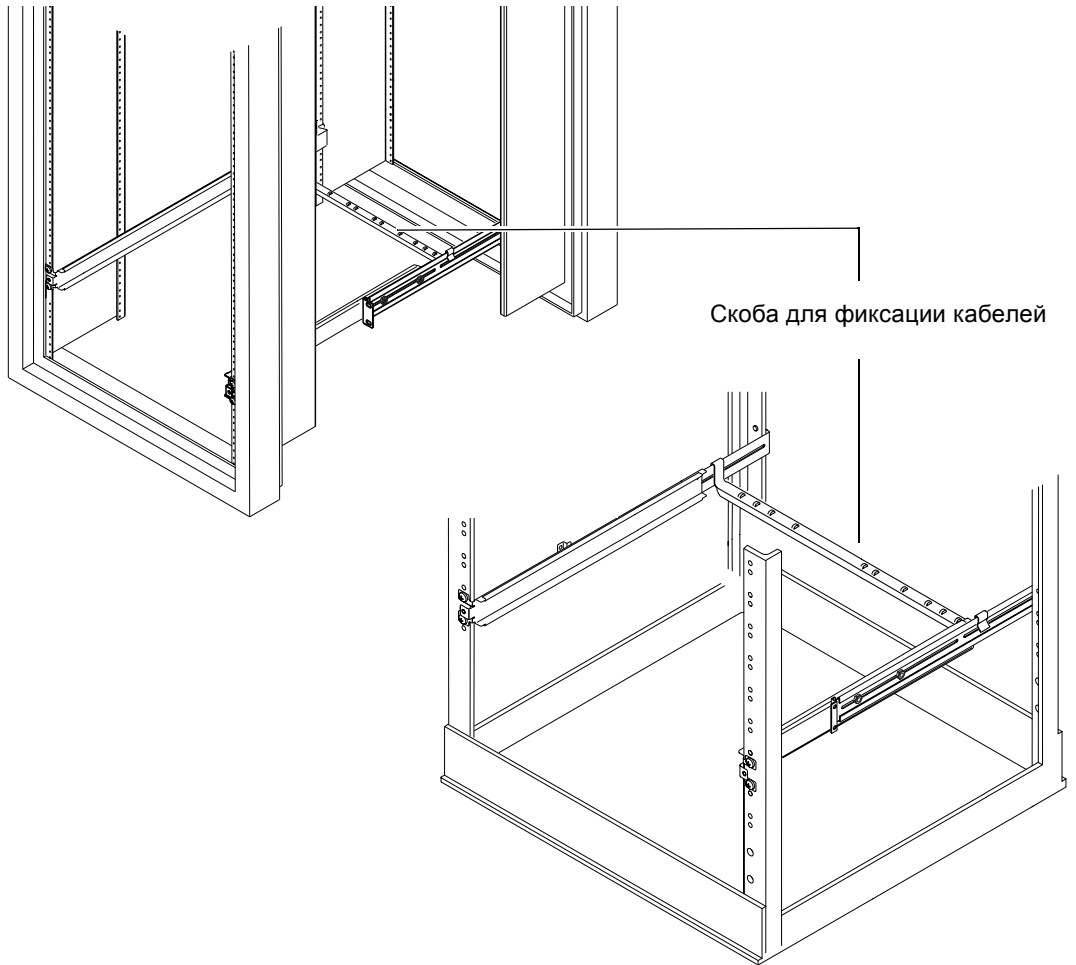

РИС. 2-9 Установка скобы для фиксации кабелей в стойку Sun StorEdge и в стандартную 19-дюймовую стойку
- Наденьте скобу на раздвижные держатели с задней стороны сервера (см. РИС. 2-9).